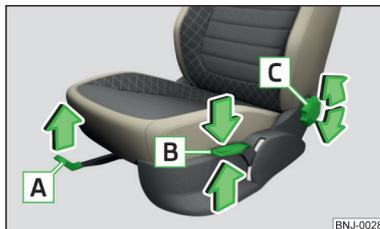

Abb. 54
Bedienelemente am Sitz » Abb. 54
- Den Hebel **A** » Abb. 54 in Pfeilrichtung ziehen und den Sitz in die gewünschte Richtung schieben.
- Den Hebel **B** » Abb. 54 in Richtung eines der Pfeile wiederholt ziehen bzw. drücken.
- Das Handrad **C** » Abb. 54 in Richtung eines der Pfeile drehen.